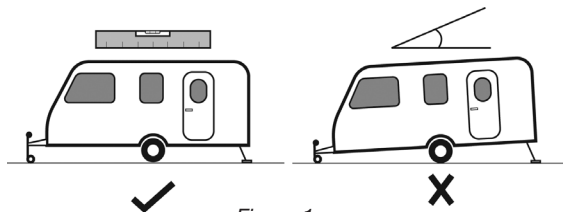

Figure 1.
- (Abbildung 1) Sorgen Sie dafür, dass Ihr Wohnwagen, Wohnmobil oder Kastenwagen auf einer ebenen Fläche steht und gesichert ist.
- (Figure 1) Veillez à ce que votre caravane, camping-car ou camionnette est placée sur une surface plane et sécurisée.
- (Figure 1) Accertarsi che la vostra roulotte, il vostro camper o furgoncino si trovino su una superficie piana e siano stabili.